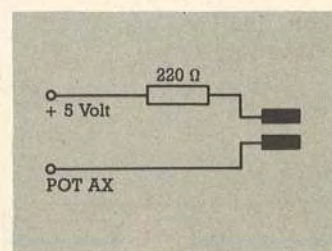

Bild 5. Die Meßsonden, die in die Erde gesteckt werden
4) mit zwei langen Drähten zu verbinden, die später in die Erde gesteckt werden. Der Widerstand von 220 Ohm in Bild 5 dient nur dazu, daß im Fall eines Kurzschlusses der A-D-Wandler im C 64 nicht kaputtgeht.